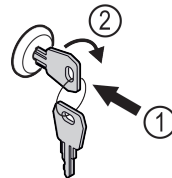

Fig. 191
- ▶ Πιέστε μέσα το κλειδί. Fig. 191 (1)
- ▶ Περιστρέψτε το κλειδί 90° δεξιόστροφα. Fig. 191 (2)